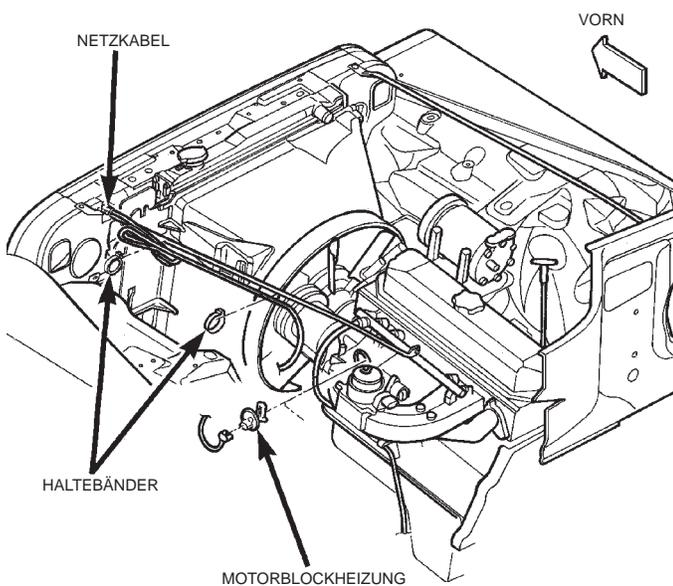
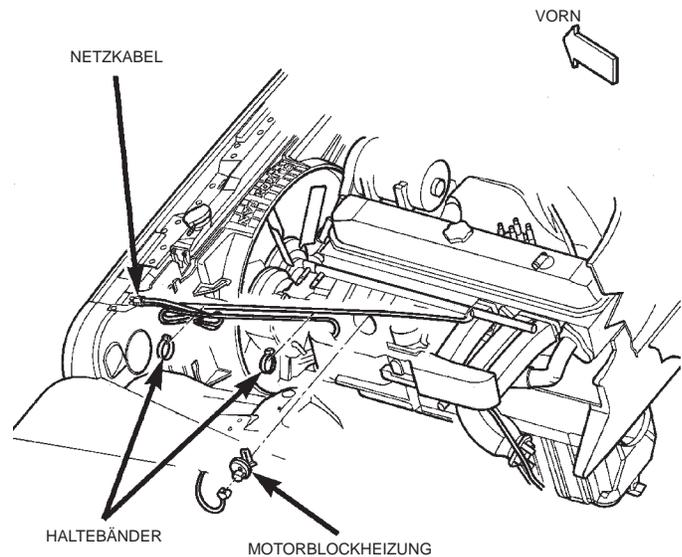

Abb. 26 Motorblockheizung und Netzkabel—2.5L-Motor
Abb. 27 Motorblockheizung und Netzkabel—4.0L-Motor
(1) Das Kühlmittel aus dem Kühler und dem Motorblock ablassen.
(2) Das Netzkabel an der Motorblockheizung abziehen.
(3) Die Schraube in der Mitte der Motorblockheizung lösen (Abb. 26) oder (Abb. 27).
(4) Die Motorblockheizung aus dem Motorblock herausnehmen.